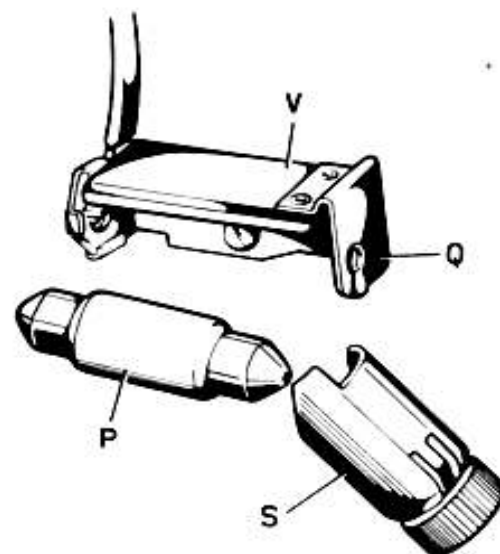

Fig. 23
- Remove light bulb « P » together with its shade from lamp holder « V » (Fig. 23).